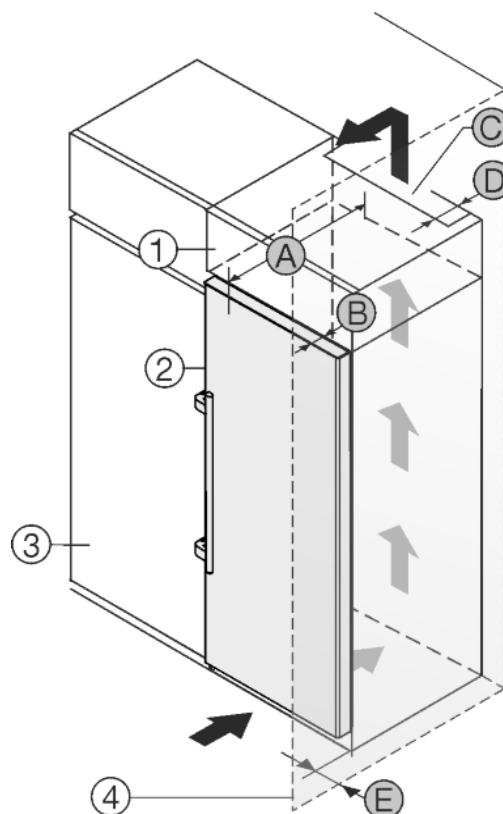

Fig. 8
Skabet kan indbygges i køkkenskabe. For at tilpasse skabet Fig. 8 (2) til køkkenelementerne kan der anbringes et ekstra skab Fig. 8 (1) over skabet.
Skabet kan opstilles direkte ved siden af køkkenskabet Fig. 8 (3). For at døren kan åbnes helt, skal skabet rage frem med dybden Fig. 8 (B) i forhold til køkkenskabet forside. Skabet kan rage mere ud afhængigt af køkkenskabenes dybde og anvendelsen af vægafstandsstykker.
- På bagsiden af det ekstra skab skal der være en ventilationskanal med dybden Fig. 8 (D) i hele det ekstra skabs bredde.
- Ventilationstværsnittet Fig. 8 (C) under lokalets loft skal overholdes.
Hvis skabet opstilles med hængslerne ved siden af en væg Fig. 8 (4), skal afstanden Fig. 8 (E) mellem skabet og væggen overholdes. Dette svarer til det, grebet rager frem, når døren er åben.